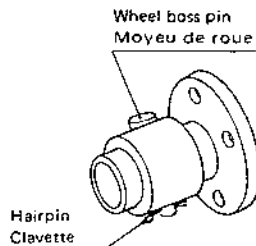

Fig. 7-5
3) Déposer la clavette au moyeu de la roue (Voir Fig. 7-5)